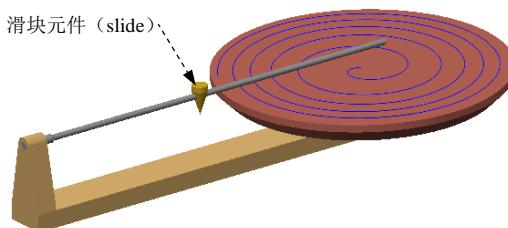

图 3.15.12 调整滑块位置
Step12. 将滑块（SLIDE）元件调整到图 3.15.12 所示的大致位置。